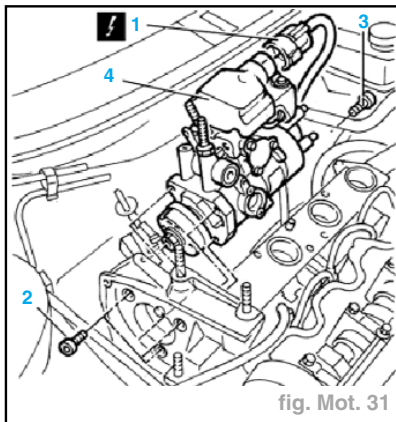

fig. Mot. 31
- Débrancher la connexion électrique (**1**) de la pompe d'injection (fig. Mot. 31).